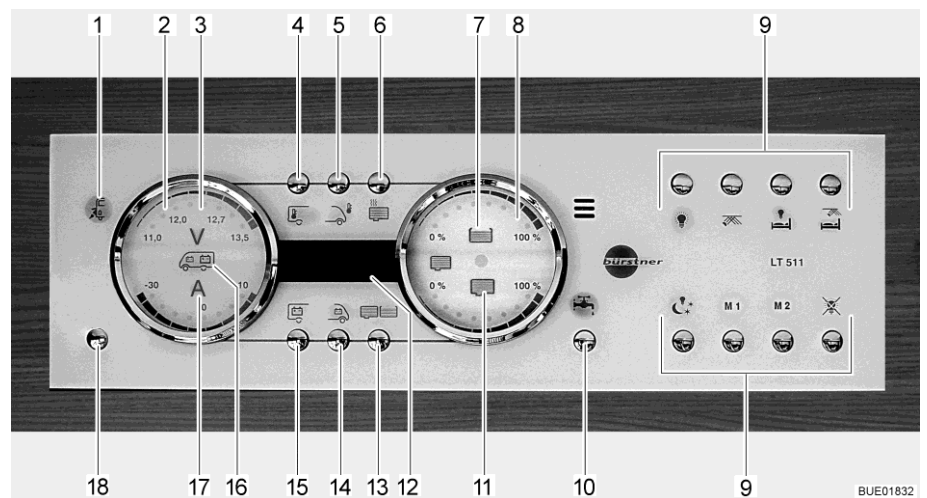

Bild 120 Panel LT 511
Die 230-V-Kontroll-Leuchte (Bild 120,1) leuchtet, wenn am Eingang des Elektroblocs Netzspannung vorhanden ist.
Der 12-V-Hauptschalter (Bild 120,18) schaltet das Panel und die 12-V-Versorgung des Wohnraums ein und aus.
Einschalten: Taste 12-V-Versorgung (Bild 120,18) kurz drücken. Die 12-V-Versorgung des Wohnraums ist eingeschaltet. Die Kontroll-Anzeige "12 V" leuchtet.
- ▷ Wenn nach dem Einschalten die LED "11,0" der Voltanzeige sowie das Symbol Volt "V" (Bild 120,3) im Anzeigeelement Batterien (Bild 120,2) blinken, dann ist die Spannung der Wohnraumbatterie zu gering. Batterie laden.
- ▷ Wenn nach dem Einschalten die Kontroll-Anzeige "12 V" und das Symbol Volt "V" (Bild 120,3) dreimal blinken, dann ist die Batterietrennung aktiviert. Batterietrennung deaktivieren.
Ausschalten: ■ Taste 12-V-Versorgung (Bild 120,18) kurz drücken. Die 12-V-Versorgung des Wohnraums ist ausgeschaltet. Die Kontroll-Anzeige "12-V-Versorgung" erlischt.
- Taste Wohnraumbatterie (Bild 120,15) drücken und ca. 10 Sekunden lang gedrückt halten. Das Symbol Volt "V" (Bild 120,3) und die Kontroll-Anzeige "12 V" blinken dreimal. Die Wohnraumbatterie ist vom 12-V-Bordnetz getrennt.
- Taste 12-V-Versorgung (Bild 120,18) drücken und ca. 5 Sekunden lang gedrückt halten. Das Symbol Volt "V" (Bild 120,3) und die Kontroll-Anzeige "12 V" blinken dreimal. Die Wohnraumbatterie ist mit dem 12-V-Bordnetz verbunden. Die Kontroll-Anzeige leuchtet nach ca. 5 Sekunden.
- Taste Wohnraumbatterie (Bild 120,15) drücken. Das Symbol Volt "V" (Bild 120,3) leuchtet. Das Symbol Ampere "A" (Bild 120,17) leuchtet je nach Ladung oder Entladung weiß bzw. rot. Die Batteriespannung und der Strom der Wohnraumbatterie werden über die LEDs im Anzeigeeinstrument angezeigt.
- Taste Starterbatterie (Bild 120,14) drücken. Das Symbol Volt "V" (Bild 120,3) leuchtet. Die Batteriespannung der Starterbatterie wird über die LEDs im Anzeigeeinstrument angezeigt.
- Taste Tanks (Bild 120,13) drücken. Die Symbole Wassertank (Bild 120,7) und Abwassertank (Bild 120,11) leuchten. Die Füllstände des Wassertanks (obere Skala) und des Abwassertanks (untere Skala) werden über die LEDs im Anzeigeeinstrument angezeigt.
Das Symbol Wassertank (Bild 120,7) oder das Symbol Abwassertank (Bild 120,11) blinkt, wenn der Wassertank leer oder der Abwassertank voll ist.
Über die Digitalanzeige (Bild 120,12) lassen sich die Innentemperatur und die Außentemperatur anzeigen.